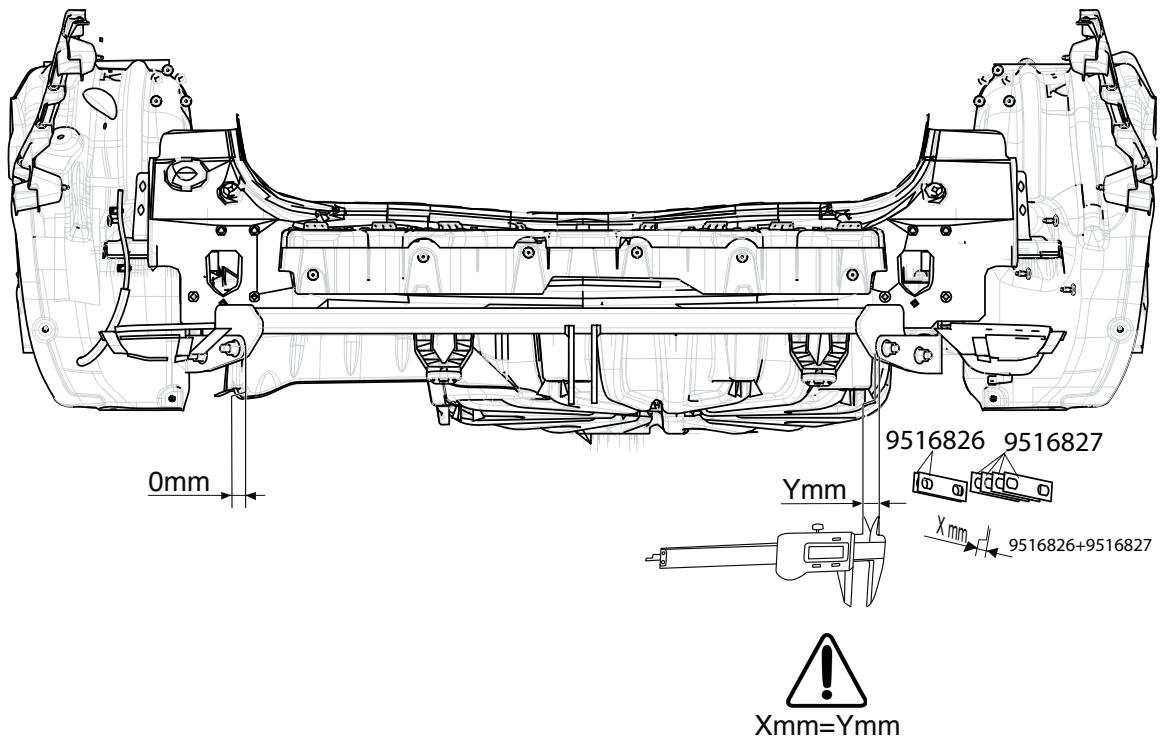

Fig. 2
- ал не до конца. См. рисунок 2.